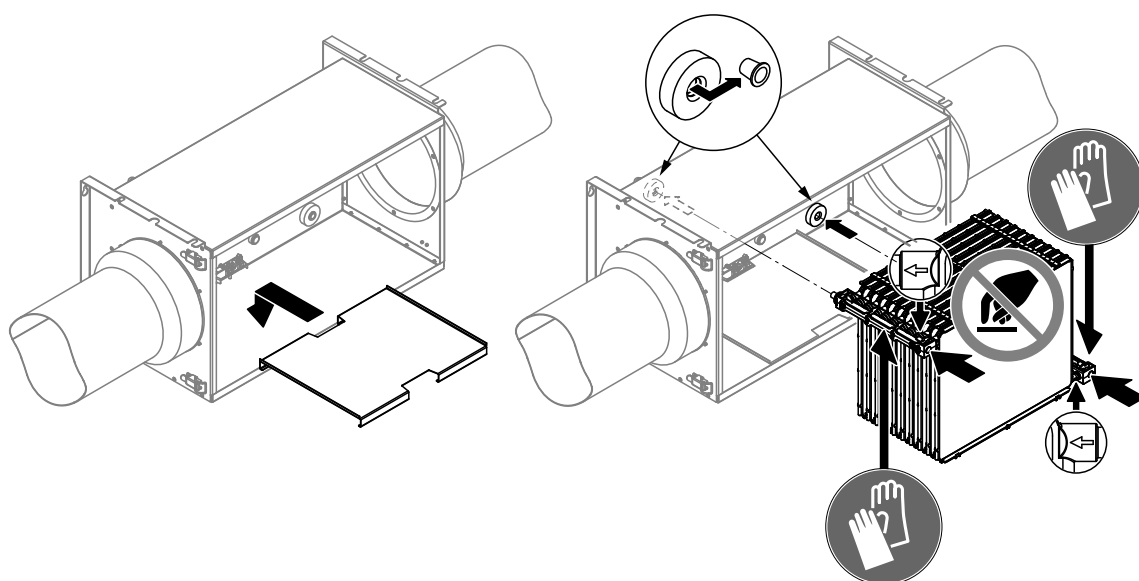

Fig. 24: Installer la tôle de fond et l'insert de l'humidificateur
- Insérez la tôle de fond dans le caisson de l'humidificateur (voir Fig. 24).